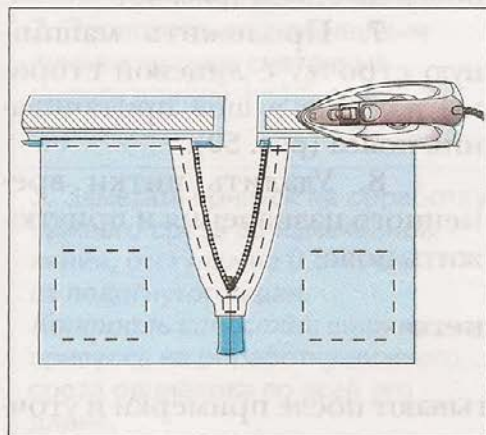

Рис. 46.
3. Удалить нитки временного назначения, заутюжить шов в сторону пояса (рис. 46).